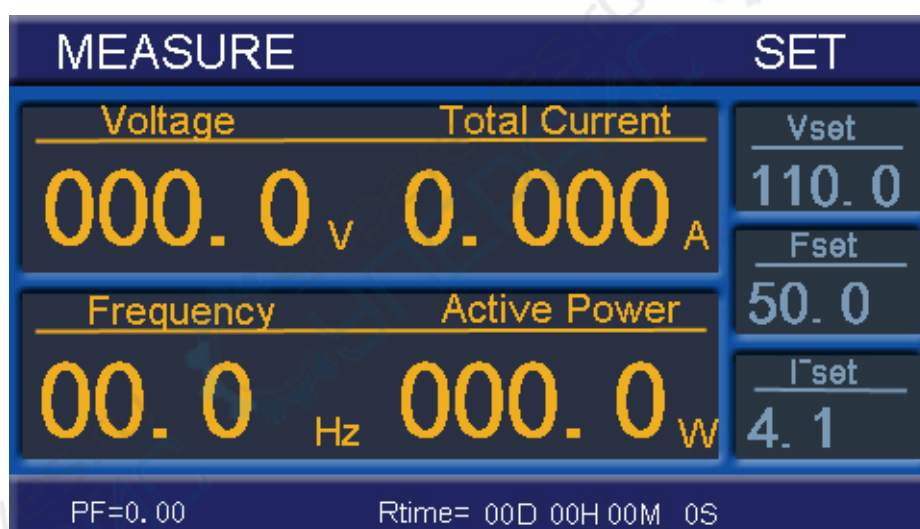

图 6 电源设置状态
5.1.2.2 按 **PRO** 键，进入电流设置状态（如图 6 所示），通过 ▲ 键、▼ 键或者飞梭旋钮，对电流参数值进行设置。参数设置完毕后按 **STOP** 键可返回待机状态。